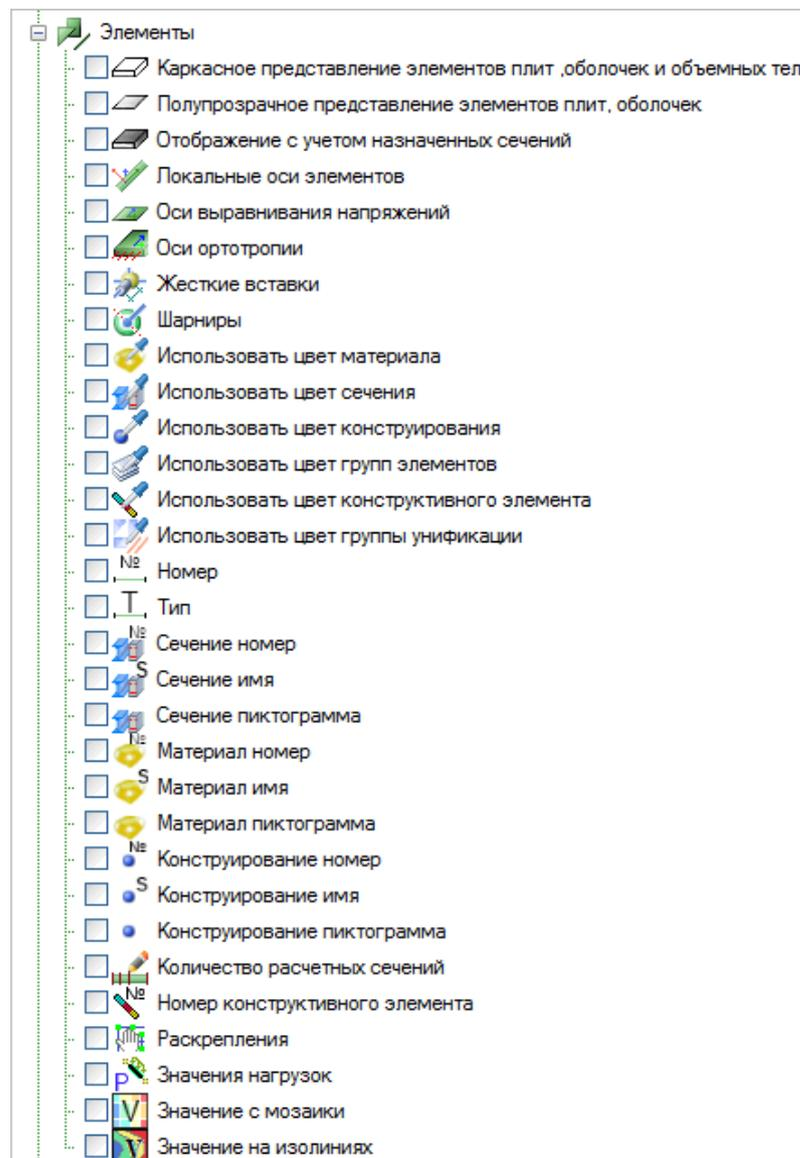

Рисунок 2.188
- **Элементы** (рисунок 2.188);